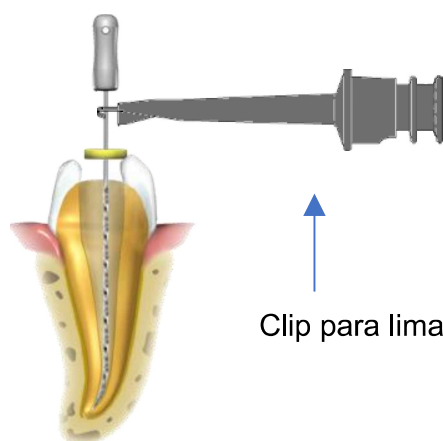
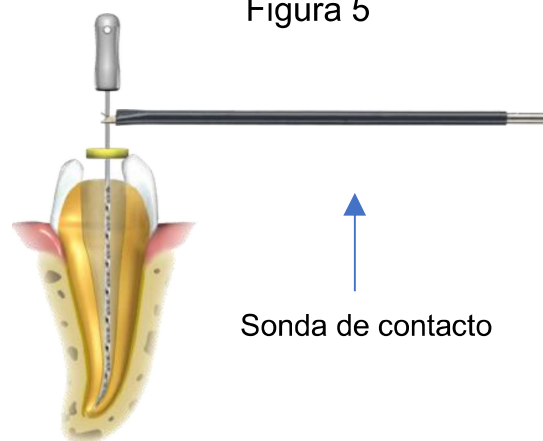

Figura 6
Figura 7
3. Introduzca con cuidado la lima en el conducto y conecte el clip para lima a su eje metálico (ver Figura 6). También puede utilizar la sonda de contacto para proporcionar contacto eléctrico con la lima endodóntica (ver Figura 7)